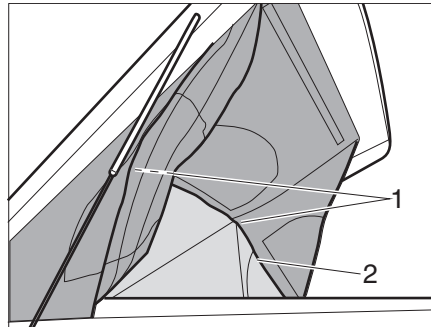

Figura 9 Función panorámica
- Abra la cremallera (Figura 9,2) alrededor del techo elevable.
- Fije las paredes laterales y la pared frontal con cierre de velcro (Figura 9,1) a la parte superior del techo elevable.